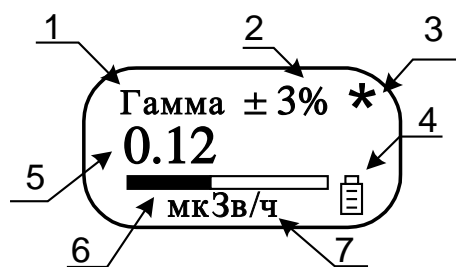

Рис.3. Пример отображаемой на дисплее информации
1.4.2.1 Пример отображаемой на дисплее информации представлен на Рис. 3